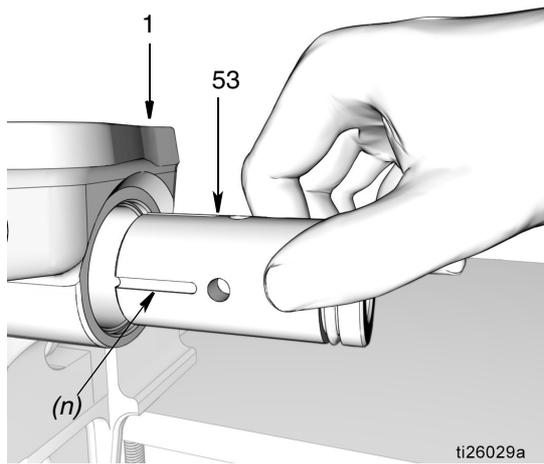

FIG. 44
- c. Monte el manguito del elemento de la bomba (53) en la base de la bomba (1). Para determinar la orientación correcta de la instalación, consulte FIG. 44.